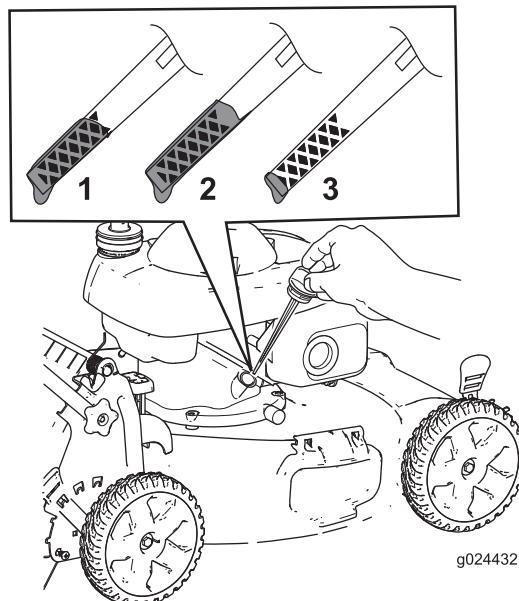

Figura 20
- Retire la varilla (Figura 20).
- Observe en la varilla el nivel de aceite (Figura 20).